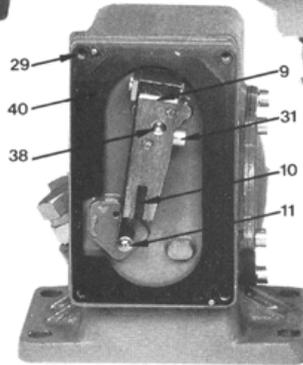

Fig. 5
Le gros bourrelet de la membrane doit se venir placer dans la gorge du boîtier. Vérifier que c'est bien le cas en installant le porte-membrane. Reposer le couvercle. Noter qu'il y a un guidage dans le porte-membrane et que l'emplacement des passages de ses vis ne sont pas symétriques afin d'interdire le mauvais positionnement du porte-membrane et du couvercle. Contrôler le zéro et la commutation après avoir remonté la membrane. Le bras indicateur (9) doit être bloqué sur l'axe de manière à tendre le ressort de 0,5 mm, relevé sur le galet (11), *fig. 5*.
Remplacement du flexible d'étanchéité Voir fig. 5 et 9.
Installer le bras indicateur (9) et le bloquer sur l'arbre (38), *fig. 5 et 9*. Pousser le centre (38) vers l'intérieur lors du blocage